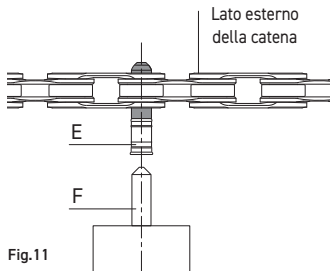

Fig.11
- Verificate che la punta conica dello spintore (F) (Fig. 11) sia in asse con il centro della bussola **ULTRA-LINK 5-CN-SR700** (E) (Fig. 11).